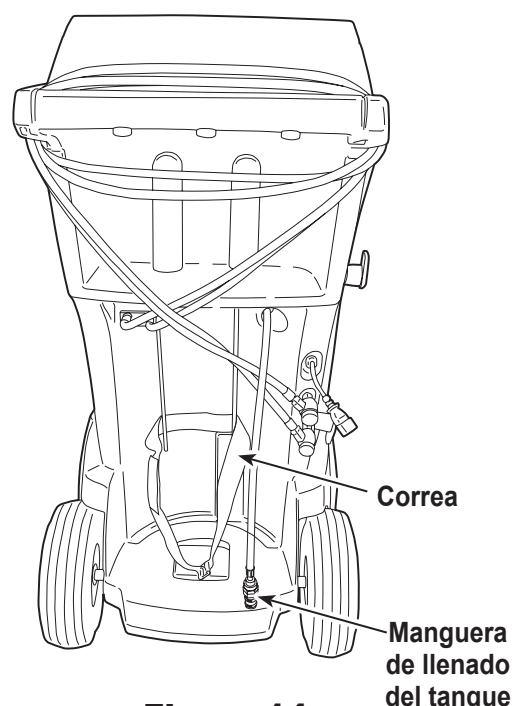

Figura 14
1. Conecte un tanque fuente R-1234yf a la manguera de llenado del tanque en la parte posterior de la máquina. Consulte Figura 14.